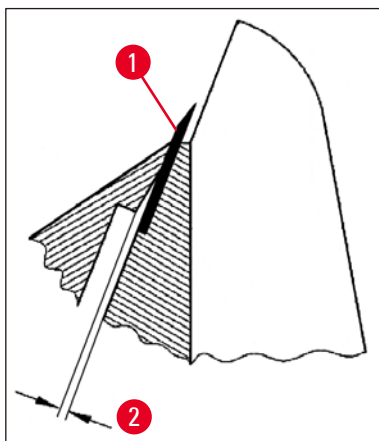

Fig. 37
- Ajustez la plaque de pression (→ Fig. 36-2) à l'aide de la vis (→ Fig. 36-4) de manière à ce que seul le bord supérieur de la plaque exerce une pression sur la lame. Une fente doit être visible (→ Fig. 37). Pour l'ajustage, un petit tournevis (env. 3,0 x 70) est nécessaire.